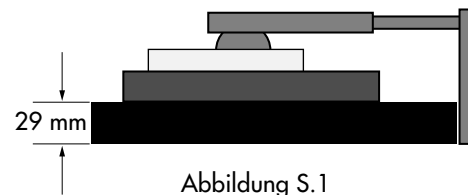

Abbildung S.1
3. Legen Sie den Monitor mit der Vorderseite nach unten in Querformatposition auf eine weiche Oberfläche. Der Bildschirm sollte auf eine um mindestens 29 mm erhöhte Fläche gelegt werden, damit der Fuß bündig mit der Oberfläche des Tisches abschließt. (**Abbildung S.1**).